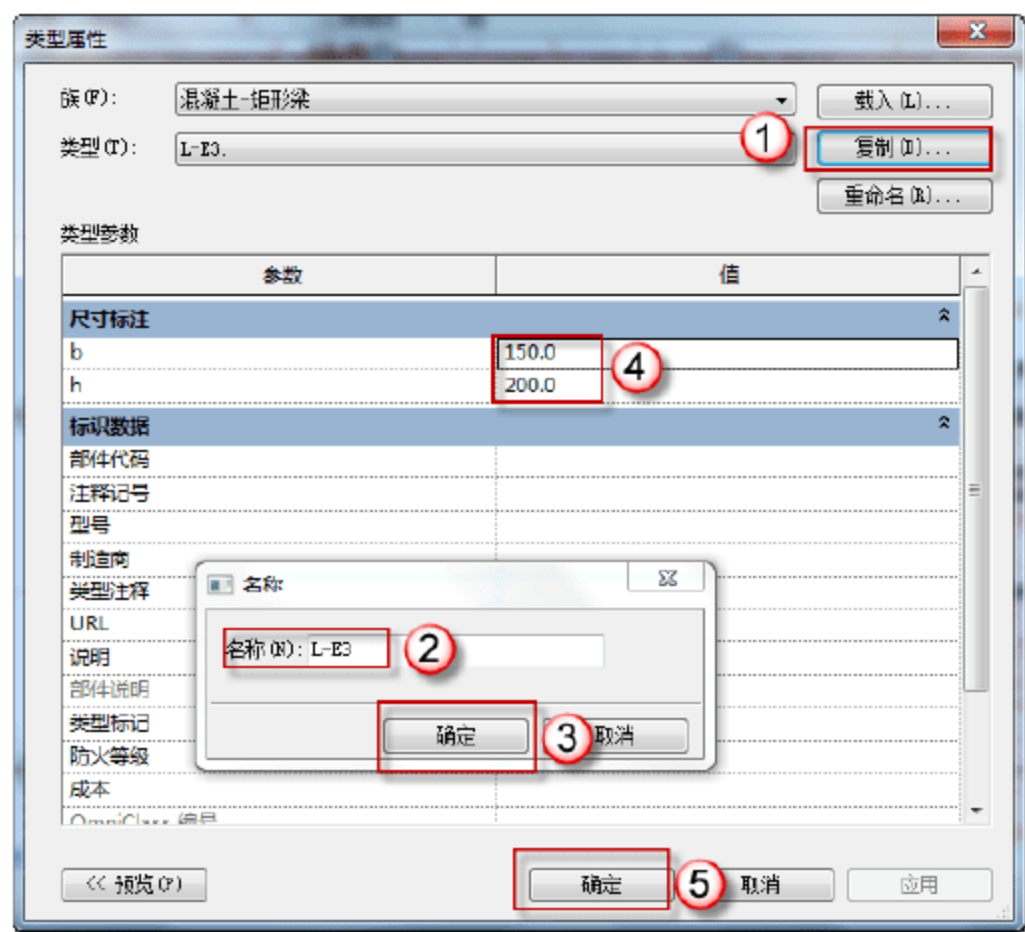

图 3.2.30 编辑 L-E3 信息
(12) 设置 L-E3。选择“结构”→“梁”→“编辑类型”命令，在弹出的“类型属性”对话框中，单击“复制”按钮，在弹出的对话框中输入 L-E3，单击“确定”按钮。在“尺寸标注”栏中输入 b、h 的尺寸，单击“确定”按钮，如图 3.2.30 所示。